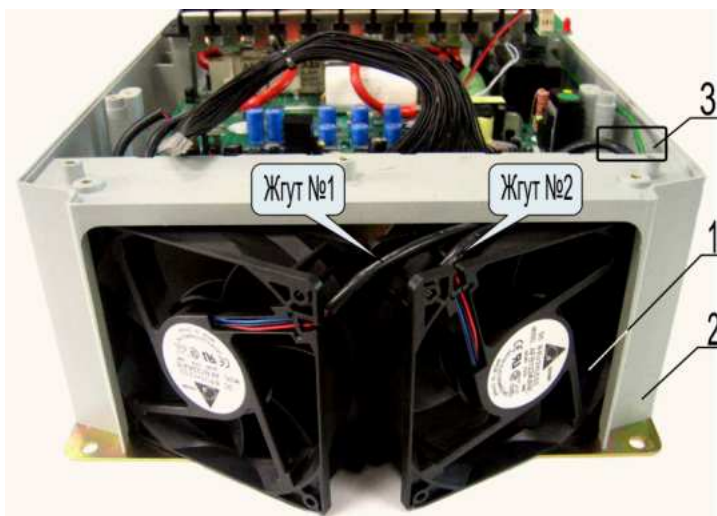

Рис. 7.15
7.6.2. Продеть жгуты №1 и №2 вентиляторов 1 в отверстие 3 корпуса 2 (рис. 7.15) .
7.6.3. Установить вентиляторы в отверстие корпуса, как показано на рис. 7.15, уложив жгуты на вентиляторе, расположенном справа.
**Вентиляторы устанавливать этикетками наружу, как показано на рис. 7.15.**